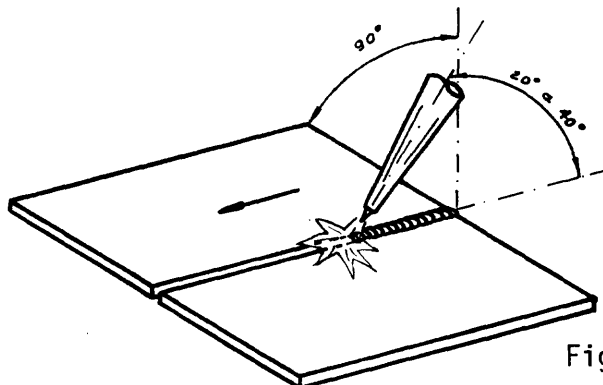

Fig. 3
- ___ a Inclíne la boquilla con respecto a la pieza (fig. 3) y precaliente el metal base al iniciar el cordón.